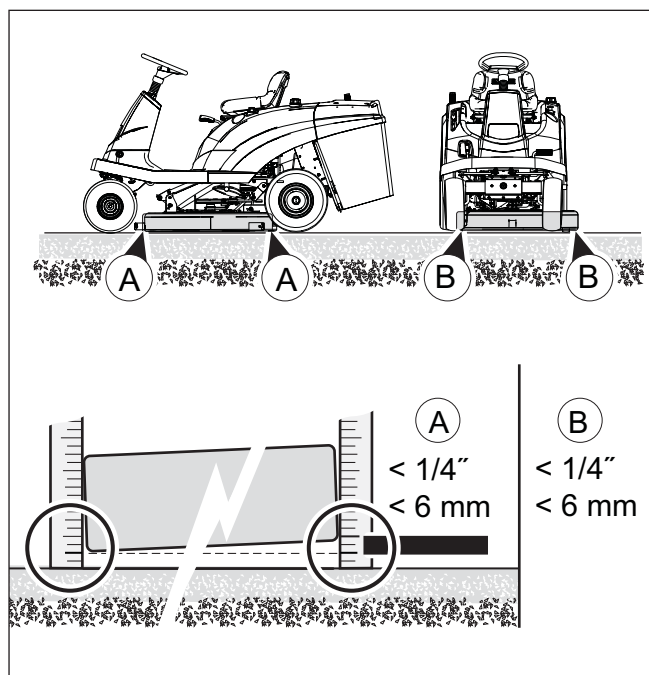

Figura 28
10. Meça a distância da superfície até ao fundo da plataforma do corta-relva na parte da frente e na parte traseira. As medidas devem ser de 6,4 mm (consulte a **A, Figura 28**). Se não, repita os Passos 4 a 10.
- a. As medidas devem ser de 6,4 mm (consulte a **B, Figura 28**).